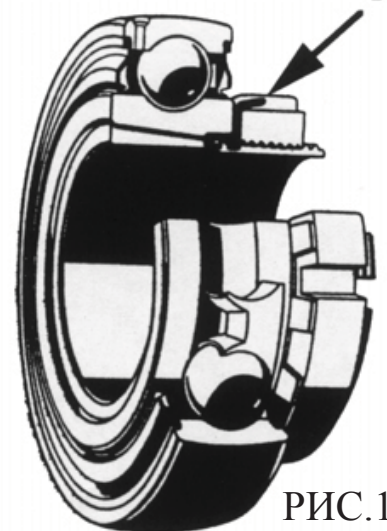

РИС.11
3) Снять крепежные болты на опорах. Извлечь узел состоящий из оси, опоры и лопаточного колеса. На рабочем столе вскрыть подшипникдержатель. Свинтить зажимное колесо тяговой втулки, предварительно вскрыв предохранительную шайбу, как на Рис. 11